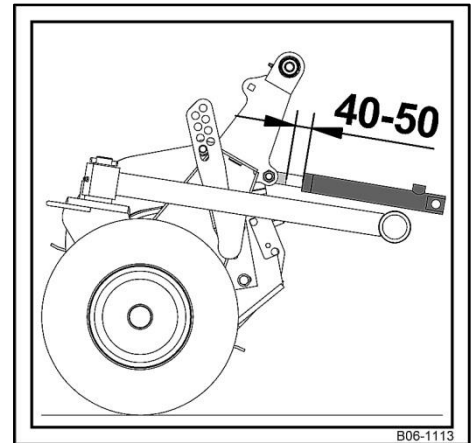

Bild 112: Pick-Up Zylinder
- Heben Sie die Pick-Up soweit an, bis Sie genügend Freiraum zum Verstellen der Tasträder (Bild 112 / Pos.1) haben.
- Entfernen Sie den Federvorstecker (Bild 112 / Pos.2) zum Sichern der Koppelstange (Bild 112 / Pos.3).
- Halten Sie das Tastrad an dem Griff (Bild 112 / Pos.4) hoch und lösen Sie die Koppelstange (Bild 112 / Pos.3) vom Aufnahmebolzen.
- Verstellen Sie die Höhe des Tastrades wie gewünscht und hängen Sie die Koppelstange (Bild 112 / Pos.3) in die jeweilige Bohrung an den Aufnahmebolzen ein.
- Sichern Sie die Koppelstange (Bild 112 / Pos.3) mit dem Federstecker (Bild 112 / Pos.2).